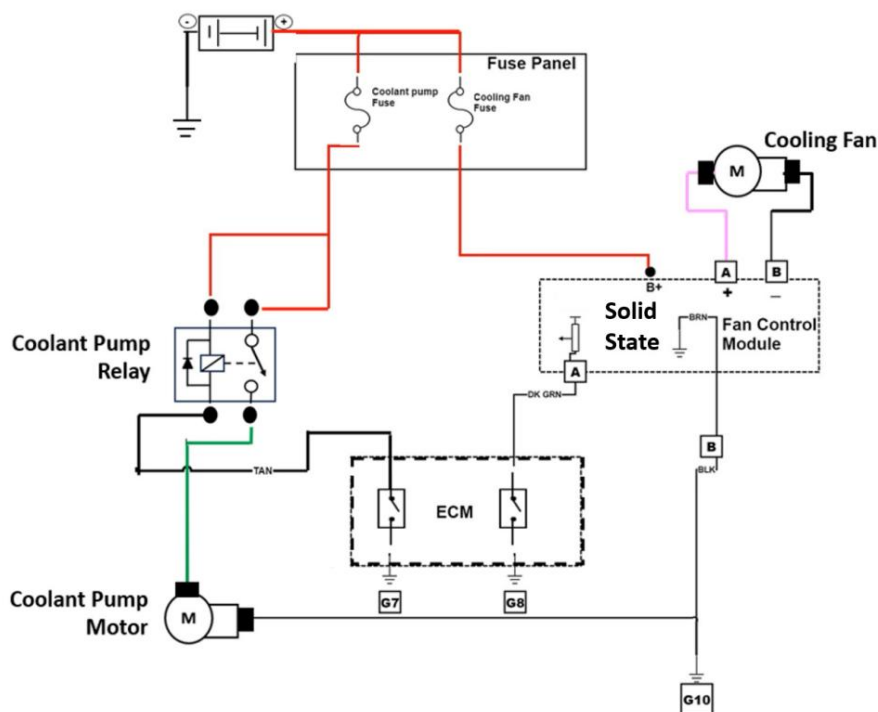

Figura 13. Esquema que muestra el motor del ventilador de dos velocidades y la bomba de refrigerante.
- Un ventilador de enfriamiento de dos velocidades/ Figura 13.